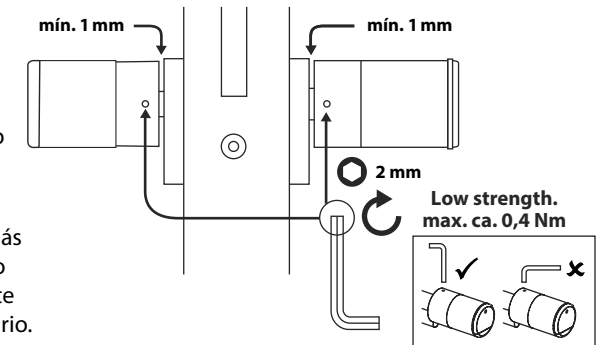

Fig. 10
- ⑦ Vuelva a atornillar los tornillos prisioneros a ambos pomos (Fig. 10).